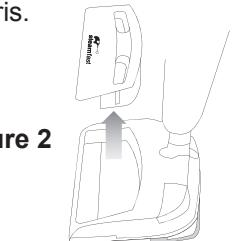

Figure 2
- Pour retirer le godet à poussière, saisissez les deux zones renfoncées, puis tirez vers le haut pour dégager le godet de l'appareil (Figure 2).